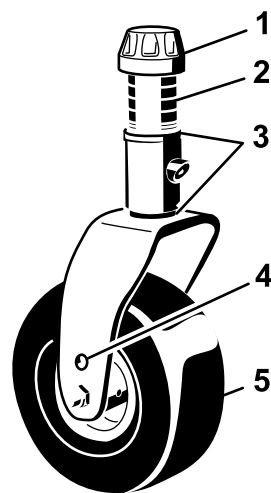

Figura 15
4. Togliete il cappuccio di tensione dall'asse del perno ed estraete il perno dal braccio della ruota orientabile (Figura 15).